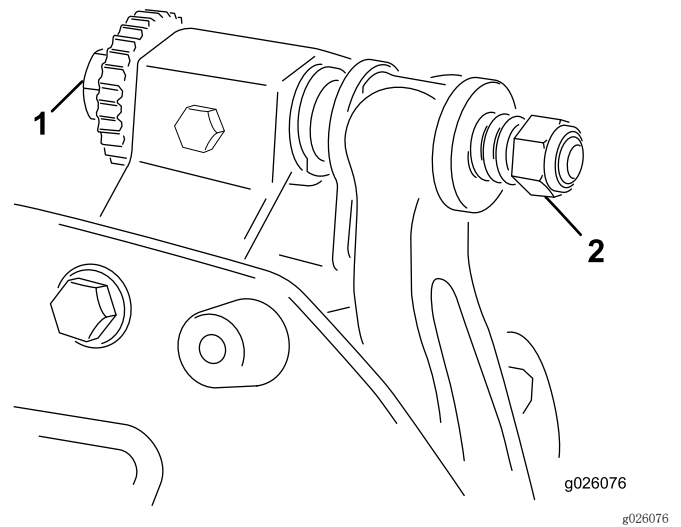

图11
- A. 顺时针旋转底刀架调节螺丝（图11），一次调整一格，直到感觉并听到轻微的接触。
6. 向右转动底刀架调节螺栓（图11），通过左右滑动薄垫片，直至感到薄垫片上存在轻微的压力。取出薄垫片。